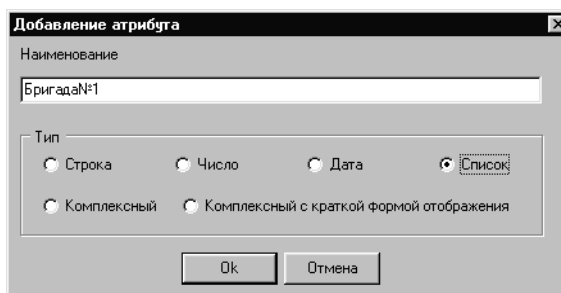

Рис. 16. Добавление атрибута
- 3.12. В закладке «**Атрибуты**» создать атрибут типа «**Список**», с наименованием своей бригады (рис. 16).